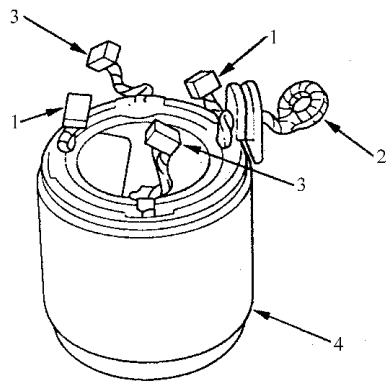

图 9-23 检查励磁绕组
1) 如图 9-23 所示, 检查(+)电刷与电动机导线之间、(-)电刷与电枢壳体之间的导通性。如果不导通, 则更换电枢壳体。